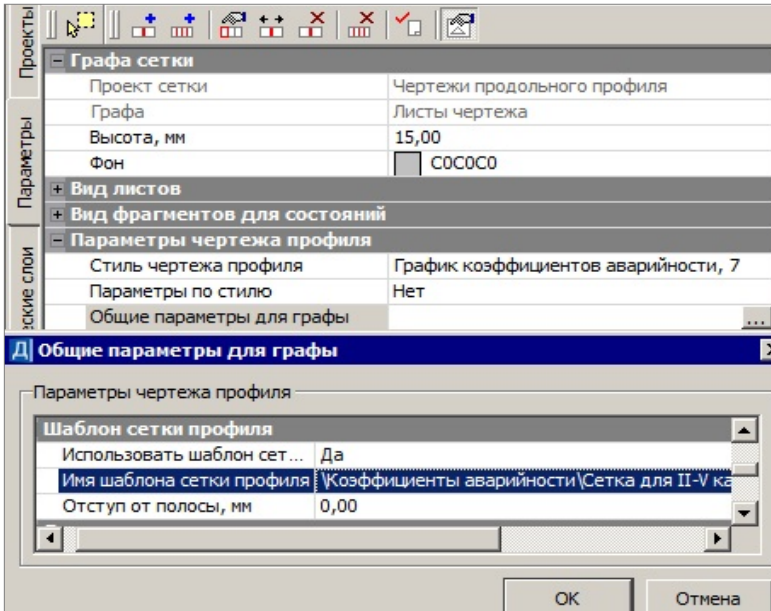

Рис. 22.8
- В строке **Стиль чертежа профиля** из выпадающего списка выберите стиль **График коэффициентов аварийности** (рис. 22.8).
- В строке **Общие параметры для графы** при помощи кнопки **Обзор**  выберите шаблон сетки для II-V категории (рис. 22.8).